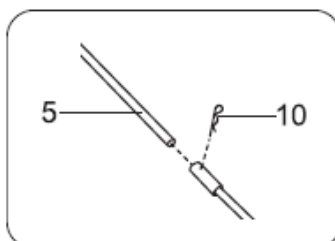

Рис.7
- Совместите отверстия на ручке (5) с отверстиями на штоке поворота выпускного желоба. Вставьте штифт (10) (Рис. 7).